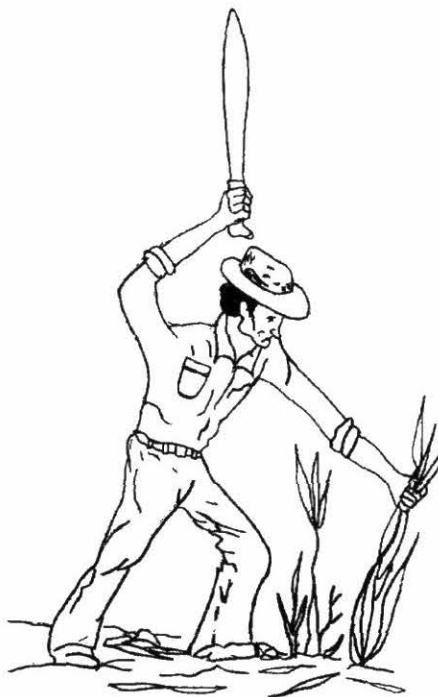

Figura 7. Trabajador limpiando el terreno
1. Junto con sus compañeros, haciendo uso del machete, despeje el terreno delimitado, cortando el pasto y sacando la maleza arbustiva que encuentre. Al cortar, inclínese y corte golpeando de afuera hacia adentro. (Véase figura 7)